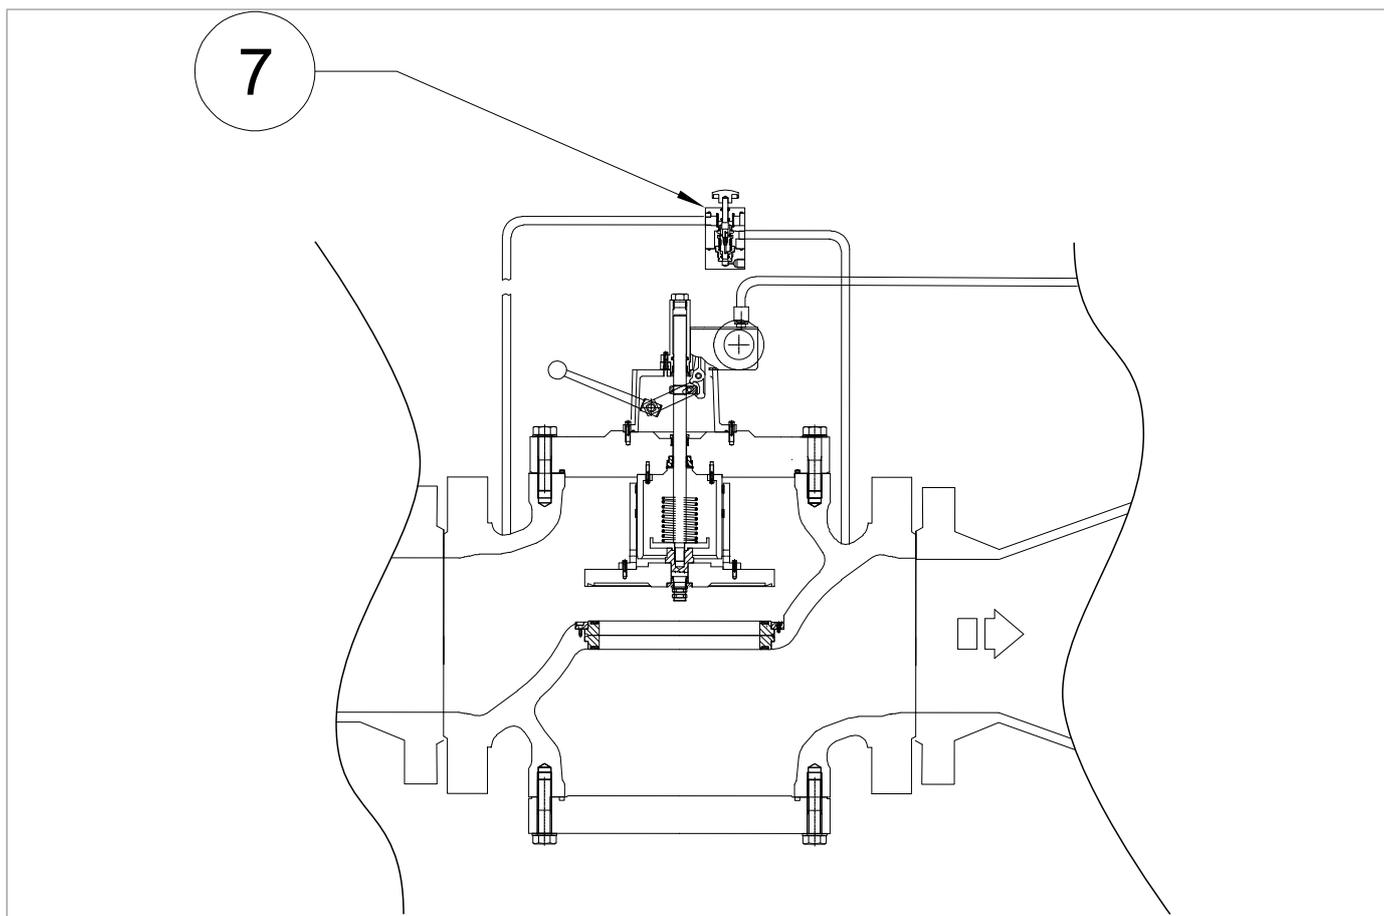
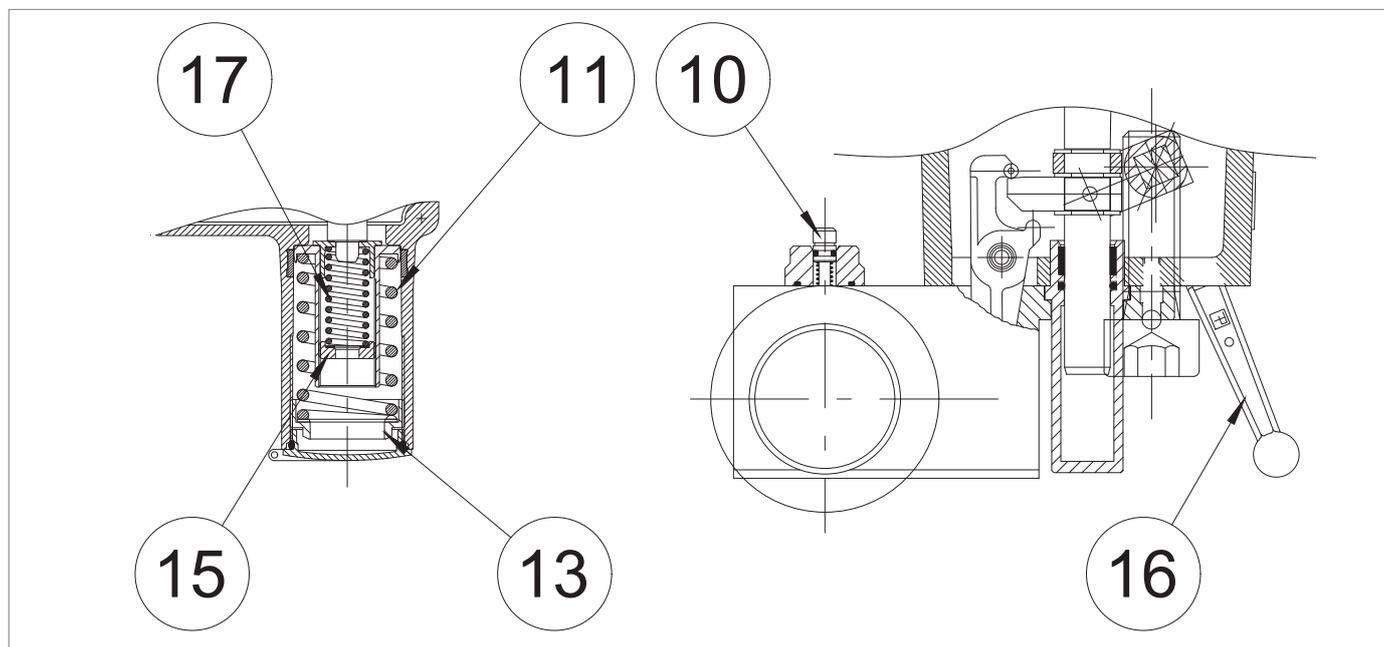

Рис. 8.13. HP2/2 by-pass detail только для 10"
Рис. 8.15. Калибровка реле давления мод. 100
2	<p>Убедитесь, что запорный клапан (3) находится в положении отсечки.</p> <p>! ОБРАТИТЕ ВНИМАНИЕ!</p> <p>Если запорный клапан (3) находится в открытом положении, закройте его с помощью ручной кнопки (Рис. 8.15, сс. 10).</p>
5	<p>а - ОЦЕНКА ОТ 1" ДО 8" Медленно нагнетайте давление в сети или управляющей линии, воздействуя на рычаг сброса (Рис. 8.15, сс. 16) запорного клапана (см. раздел "Эксплуатация" п. 4.2), проверяя, чтобы давление в линии (Dp), показываемое манометром (5), было на 20% ниже значения срабатывания реле давления.</p> <p>б - ПРИМЕНИМО ТОЛЬКО ДЛЯ 10" Медленно подайте давление в транспортирующей линии или линии управления, нажав кнопку байпаса HP2/2 (Рис. 8.13, сс. 7) запорного клапана (см. раздел "Эксплуатация" в п. 4.2), и убедитесь, что давление на выходе (Dp), показываемое манометром на выходе (5), на 20% ниже значения срабатывания реле давления.</p>